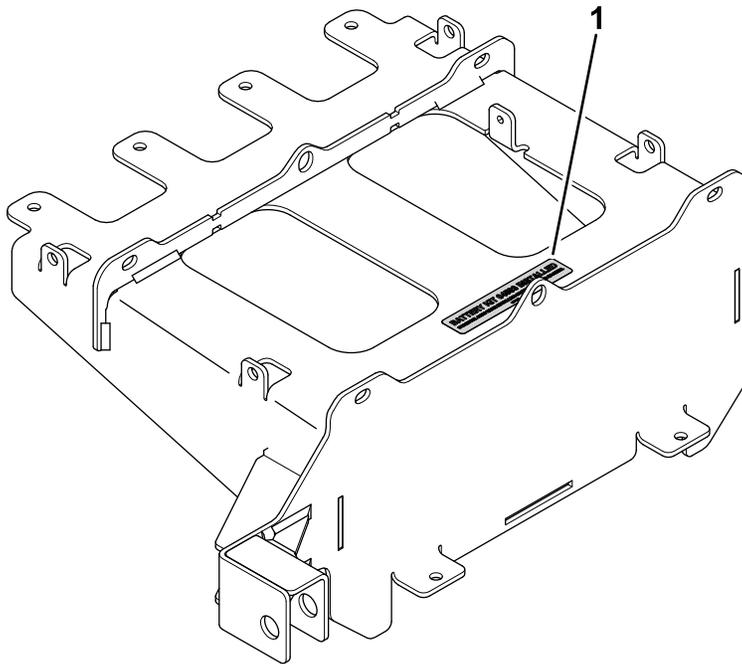

**Figura 19**
3. Installate 2 strisce in spugna (37 cm) sulla piastra di supporto inferiore (Figura 19).